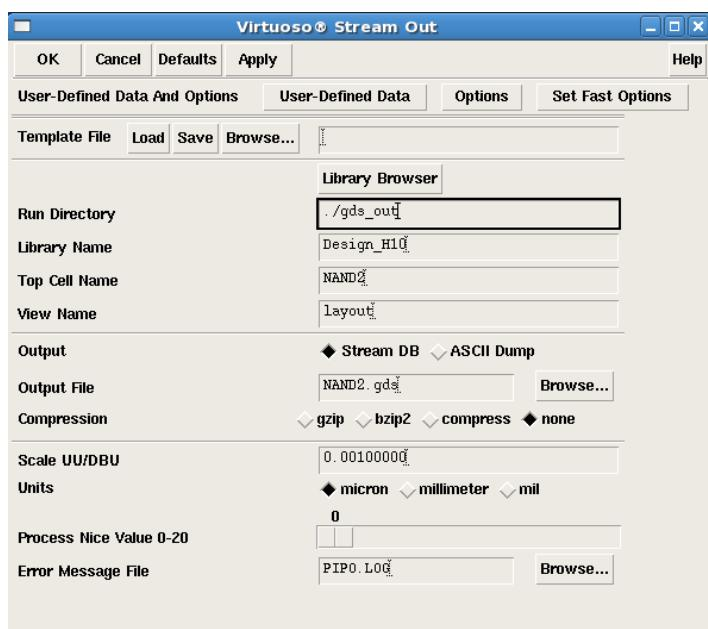

Рис. 7.1. Основное окно трансляции топологии в файл формата GDSII.
- 2) В появившейся форме необходимо задать рабочий каталог, имя библиотеки, имя транслируемой ячейки, топологический вид ячейки, имя выходного файла, имя файла отчета (рис. 7.1).